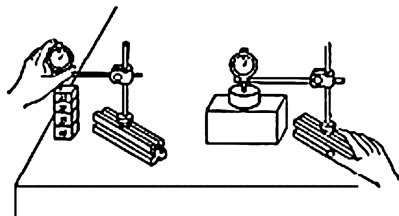

图 1-2-19 用百分表测量平行度
(6) 检查工件平整度或平行度时,如图 1-2-19 所示。将工件放在平台上,使测量头与工件表面接触,首先调整指针使其摆动,然后把刻度盘零位对准指针,接着慢慢地移动表座或工件,当指针顺时针摆动时,说明工件偏高,若指针反时针摆动,则说明了工件偏低了。